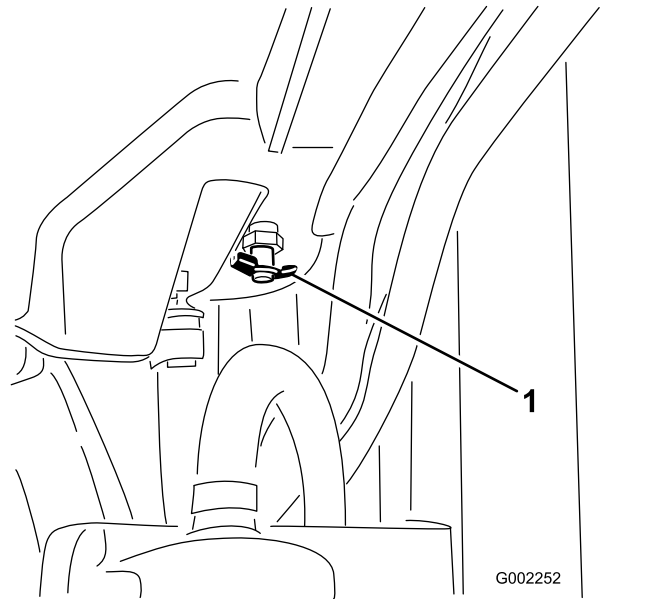

Figura 104
4. Abra la válvula de vaciado y deje que el refrigerante se drene en el recipiente (Figura 104).
5. Cierre la válvula de vaciado (Figura 104).